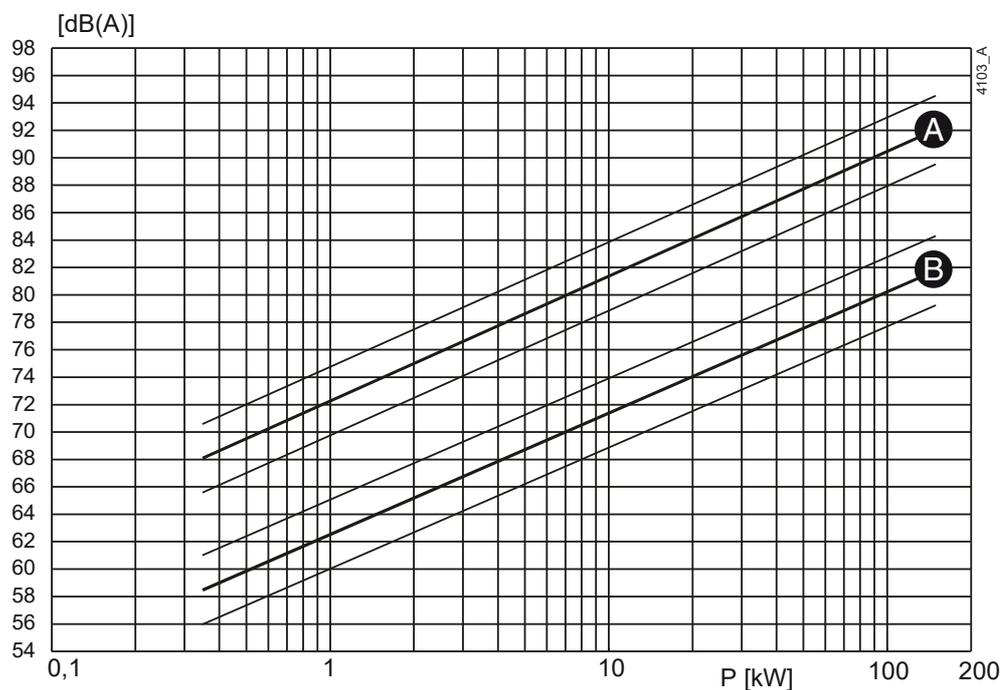
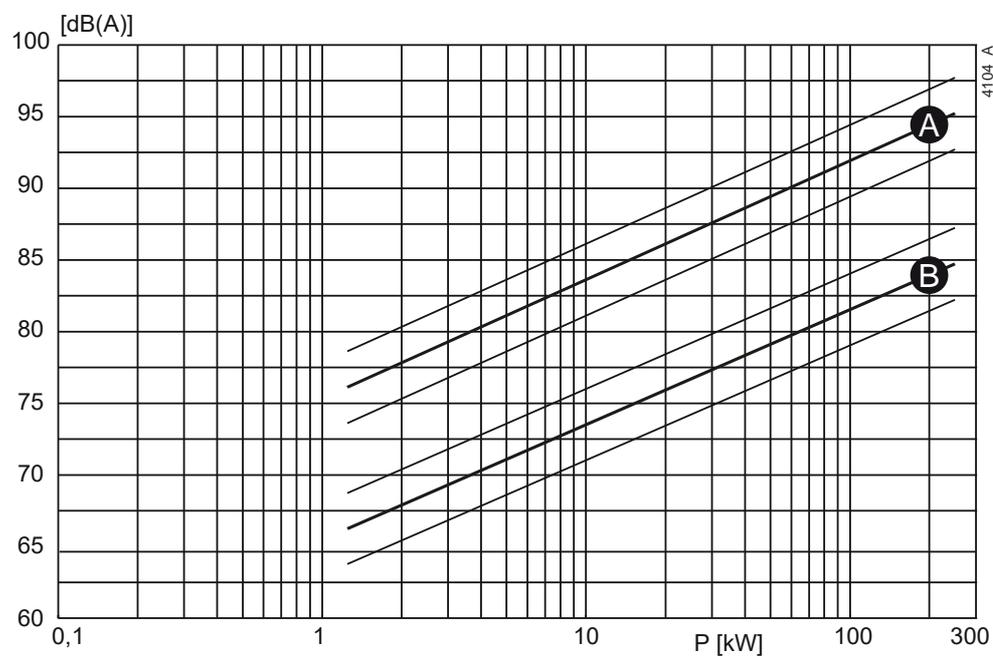

Figure 110: Niveau sonore en fonction de la puissance de la pompe [kW]
Figure 111: Niveau sonore en fonction de la puissance de la pompe [kW]
- 1 Déterminez le niveau sonore ( $L_1$ ) de la pompe, voir Figure 110 ou Figure 111.